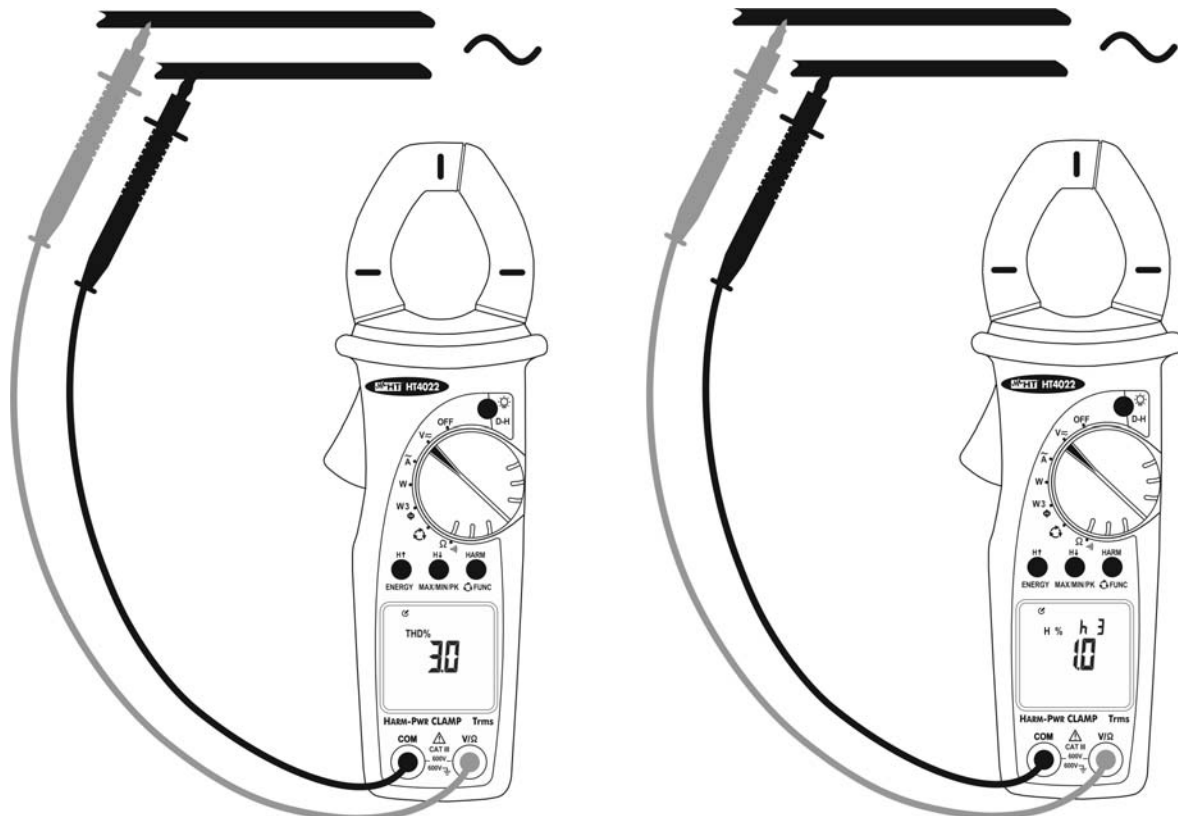

Abb. 6: Oberwellenanalyse der Spannung
4. Verbinden Sie die Prüfspitzen mit dem gewünschten Stromkreis (s. Abb. 6). Die Gesamtverzerrung wird auf dem Display angezeigt (Symbol "**THD%**" wird auf dem Display angezeigt)